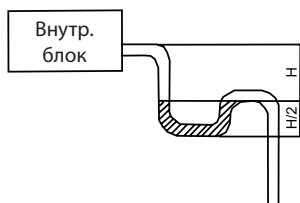

Рис. 21
- Интенсивный воздушный поток внутреннего блока может создать отрицательное давление и привести к обратному всасыванию наружного воздуха. Поэтому в дренажную трубу каждого внутреннего блока необходимо установить гидрозатвор U-образной формы (см. рис. 21).